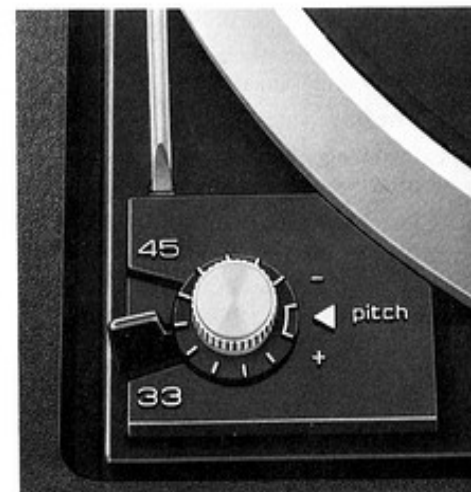

Fig. 21
Die Tonhöhenabstimmung ist richtig geeicht wenn bei exakt eingestellter Plattenteller-Drehzahl 33 1/3 U/min (Strichmarkierung der aufgelegten Stroboskopscheibe bleibt stehen) sich die Markierung am Drehknopf (2) innerhalb des Nullbereiches der Skala befindet (Fig. 21).
Le réglage de la hauteur du son est étalonné correctement, si, la vitesse 33 1/3 tr/min étant réglée exactement (les marques du disque stroboscopique restent immobiles), les marques sur le bouton de réglage (2) sont à la plage zéro de la graduation (Fig. 21).
Pitch control is correctly calibrated when with the platter speed set to exactly 33 1/3 rpm (lines on stroboscope disc appear to stand still) the marking on knob (2) is within the zero range of the scale (Fig. 21). Recalibration can, if necessary, be carried out as follows:
1. Set the speed control at 33 1/3 and the pitch control knob (2) to the middle of the zero area.
2. Using a screw driver turn adjustment screw (3) until the stroboscope disc markings remain stationary. If the markings run counterclockwise turn adjustment screw counterclockwise. If the markings run clockwise turn adjustment screw clockwise.